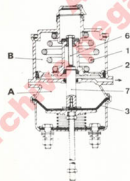
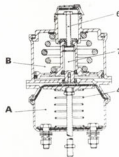
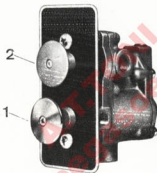

Fig. 11.9. - Freno de estacionamiento y emergencia
Fig. 11.10. - Desfrenado mecánico de emergencia
Fig. 11.11. - Válvula de control doble
- **Freno de estacionamiento y emergencia (fig. 11.9).** — Cuando se acciona la palanca (1) de la válvula de control doble (fig. 11.11) a la posición de estacionamiento, se retira la presión del cuerpo (B) de la cámara de freno por medio del orificio «SPRING BRAKE» y el muelle (1) acciona al pistón (2), con lo que el tornillo (6) empuja al manguito (7) y éste, a su vez, a la membrana (3), consiguiéndose el bloqueo de las ruedas. Aparte de frenar el vehículo mediante la válvula de control doble (fig. 11.11), también se frena de la misma forma cuando, por avería, desaparece la presión del cuerpo (B).
- **Desfrenado mecánico de emergencia (fig. 11.10).** — En caso que el vehículo quede frenado por falta de presión en el cuerpo (B) se podrá desplazar el vehículo si se afloja el tornillo (6), con lo que retrocederá el manguito (7) por acción del muelle (4), quedando las zapatas en reposo. Para un desfrenado también de emergencia se puede utilizar la válvula control doble (ver fig. 11.11), si se dispone de aire en el depósito de reserva.
11.8 VALVULA DE CONTROL DOBLE (fig. 11.11)